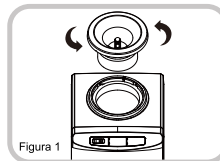

Figura 1
2. Quite el embudo girándolo en sentido antihorario. (Figura 1)